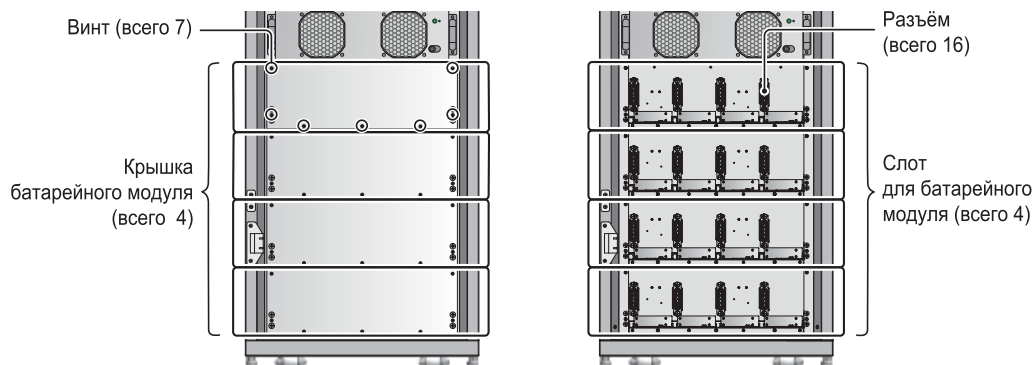
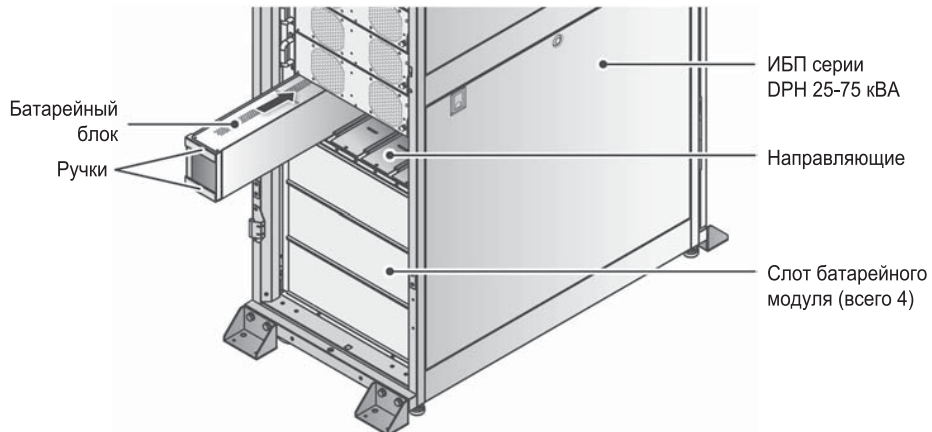

Рис. 5-15. Снятие крышек батарейного модуля
Рис. 5-16. Монтаж батарейного модуля
1. Откройте переднюю дверцу и снимите необходимое число крышек, чтобы получить доступ к слотам батарейных модулей (крышки закреплены семью винтами). См. **Рис. 5-15**.
- 2) Возьмите батарейный блок за ручки (см. **Рис. 5-16**), вставьте его в батарейный слот (см. расположение разъёмов на **Рис. 5-15**) и по направляющим вдвиньте внутрь. Убедитесь, что блок надёжно подсоединён к разъёму. Батарейный модуль состоит из четырёх батарейных блоков, каждый из которых необходимо установить в слот батарейного модуля на одном уровне (см. **Рис. 5-15** и **Рис. 5-16**). Число батарейных модулей выбирается исходя из требуемого времени автономной работы.
- 1) Откройте переднюю дверцу и снимите необходимое число крышек, чтобы получить доступ к слотам батарейных модулей (крышки закреплены семью винтами). См. **Рис. 5-15**.